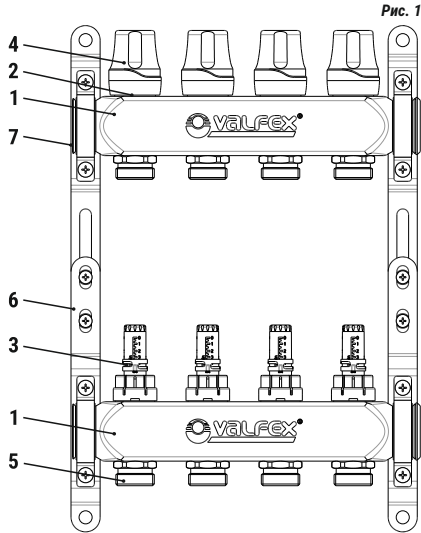

Рис. 1
- 2.1. Состав коллекторного блока (Рис.1)